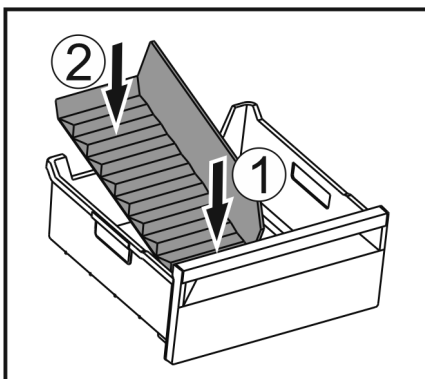

Fig. 60
- Scheidervoorzijde eerst plaatsen Fig. 60 (1).
- Achterste deel neerlaten Fig. 60 (2).